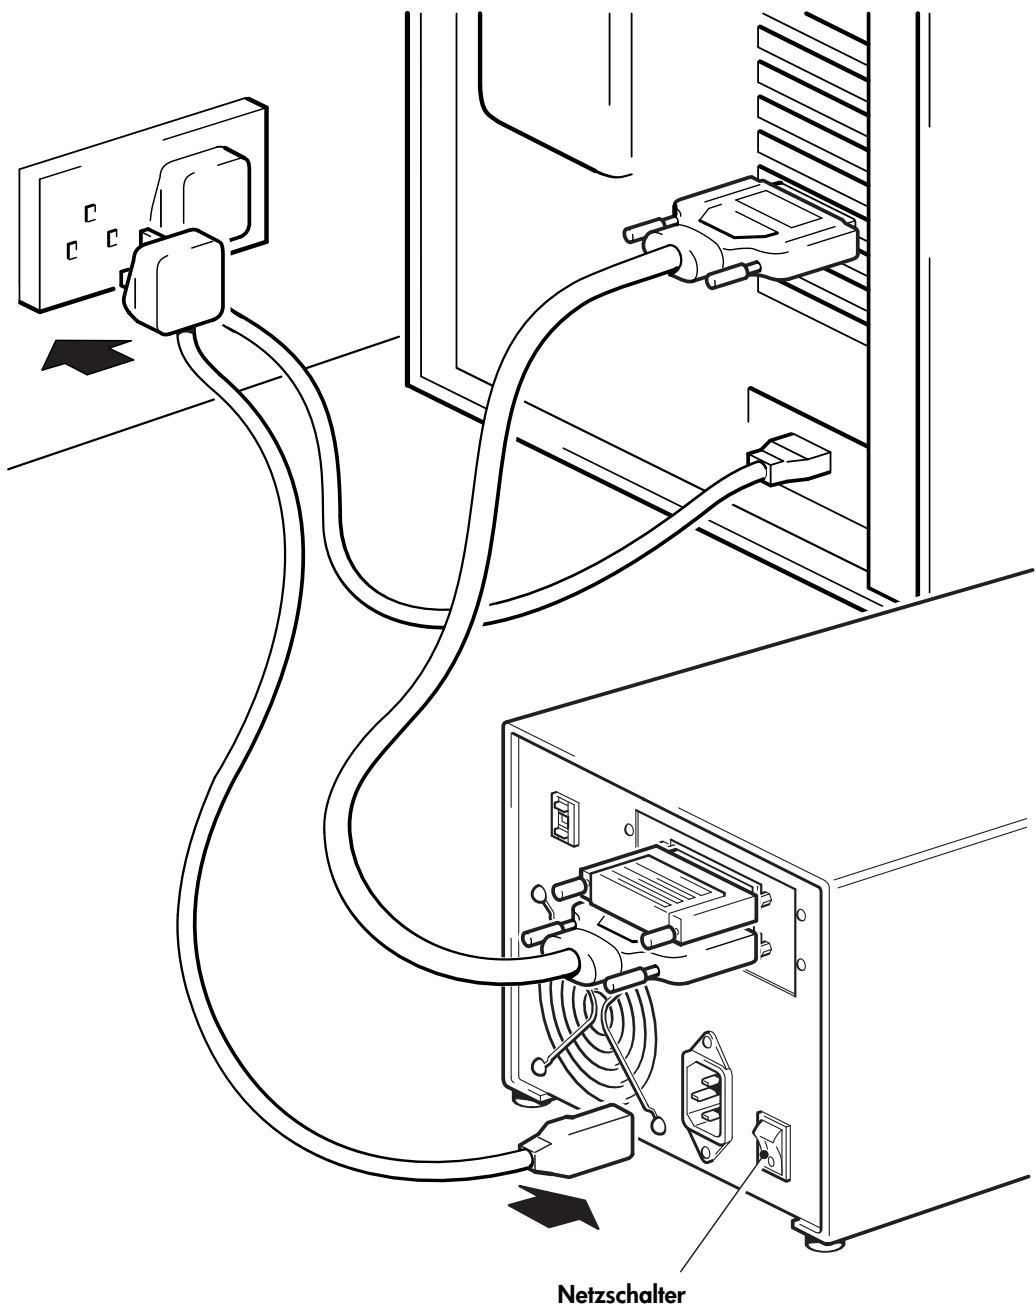

Abbildung 6: Anschließen des Netzkabels
- 2 Stecken Sie das Netzkabel fest in den Netzanschluss auf der Rückseite des Bandlaufwerks. (Siehe Abbildung 6.)